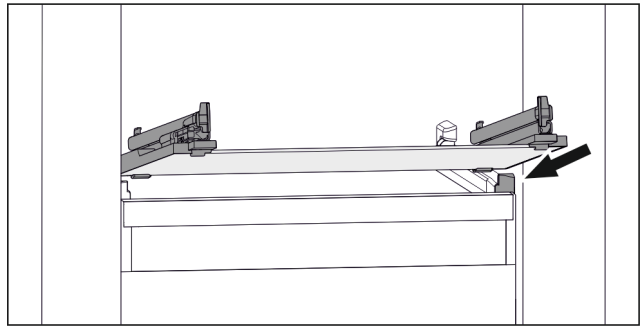

Fig. 98 Приблизне відображення скляної пластини
- ▶ Встановити скляну пластину за стопорами навкосою. (див. Fig. 98)